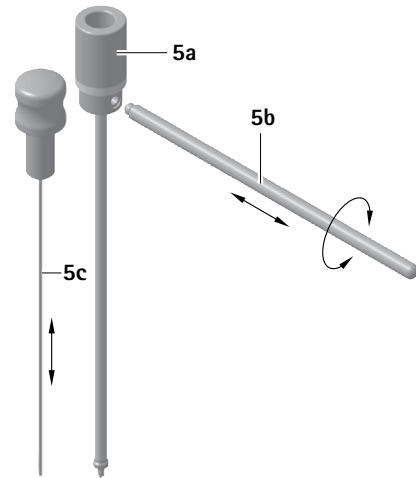

Fig. 1
- Insérer le pilon **5c** dans le guide **5a**, voir Fig. 1.